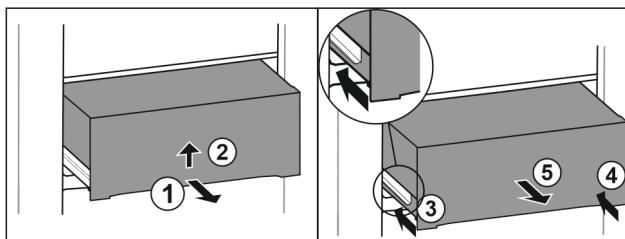

Fig. 40
- ▶ Вытяните выдвижной ящик наполовину. Fig. 40 (1)
- ▶ Поднимите выдвижной ящик за нижнюю часть. Fig. 40 (2)
- ▶ Вставьте левую направляющую. Fig. 40 (3)
- ▶ Вставьте правую направляющую. Fig. 40 (4)
- ▶ Извлеките выдвижной ящик движением вперед. Fig. 40 (5)